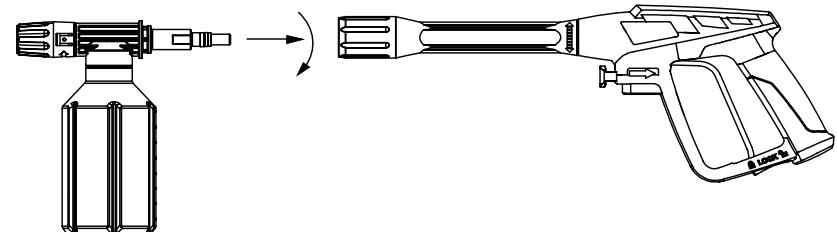

Рис. 16 – Установка на распылитель устройства для нанесения моющего средства
4. Закрепите на распылитеle устройство для нанесения моющего средства (см. рис. 16).